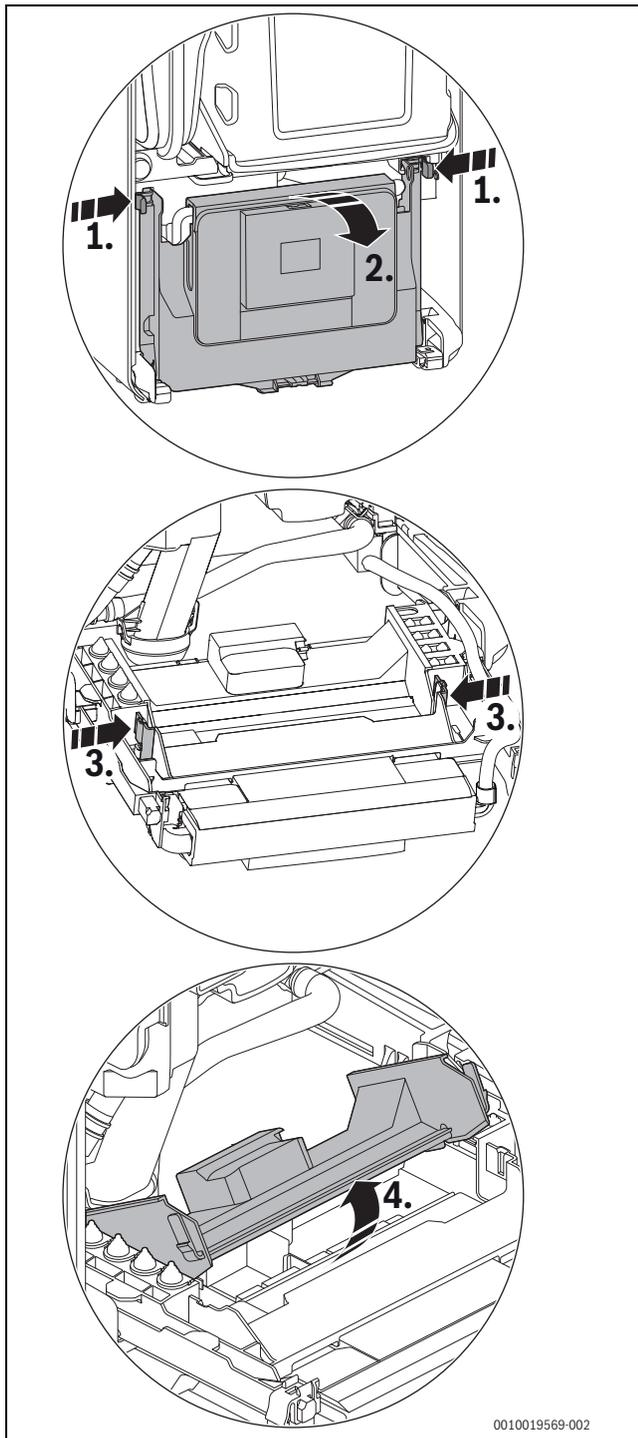

Fig. 26 Ouverture du cache
- ▶ Rabattre l'appareil de commande (→ fig. 26).
- ▶ Rabattre l'appareil de commande (→ fig. 26, page 21).